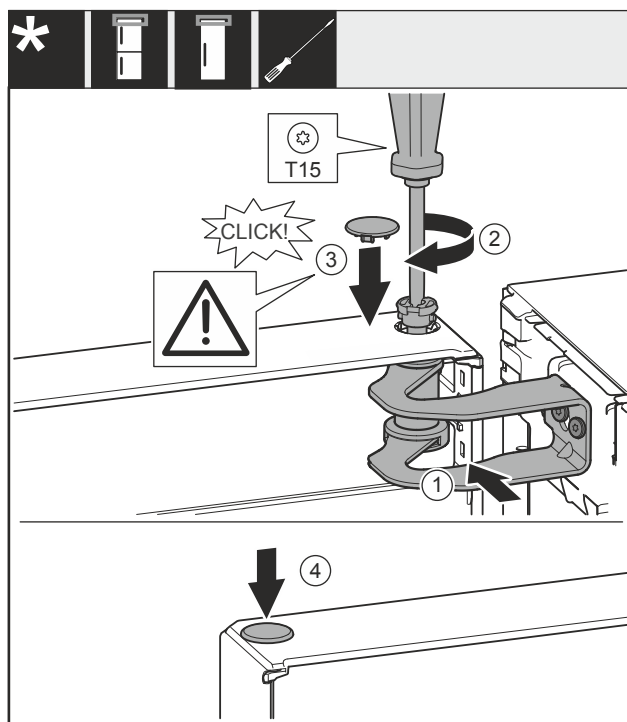

Fig. 36
- Aligner la porte sur l'ouverture du support de palier Fig. 36 (1).
- Insérer l'axe Fig. 36 (2) et le serrer avec un tournevis.
- Installer le couvercle Fig. 36 (3).
- Vérifier que le couvercle Fig. 36 (3) repose bien sur la porte.
- Installer le couvercle Fig. 36 (4).